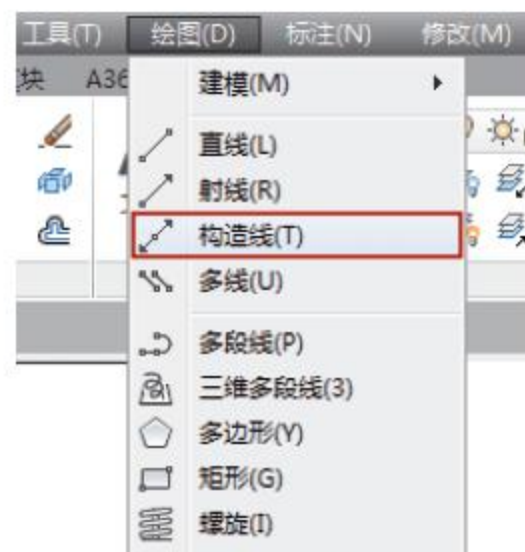

图3-12 选择命令
- 菜单栏: 选择菜单【绘图】|【构造线】命令,如图3-12所示。